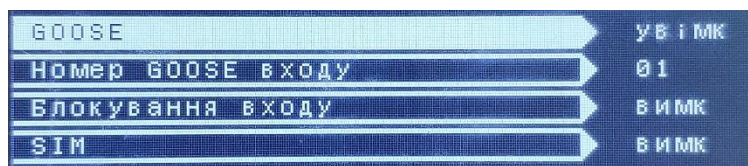

Рисунок 17 – Параметри GOOSE
2.1.9. «Конфігурація GOOSE» - підрозділ призначений для конфігурування параметрів GOOSE (див. рисунок 17).